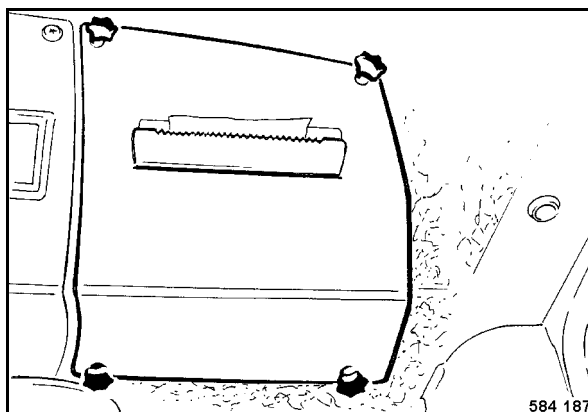

fig. 87
- Dévisser les poignées en étoile (fig. 87) et retirer le cache.